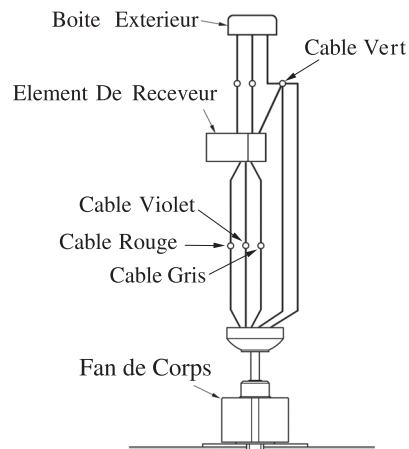

FIG.8
2. Raccordez le fil rouge du récepteur au fil rouge du ventilateur avec un écrou de serrage de fil. Raccordez le fil violet du récepteur au fil violet du ventilateur avec un écrou de serrage de fil. Raccordez le fil gris du récepteur au fil gris du ventilateur avec un écrou de serrage de fil. Raccordez le fil vert ou en cuivre nu de la boîte de sortie aux fils verts du récepteur, du support de suspension et de la boule de la tige descendante avec un écrou de serrage de fil. (Voir fig.8)